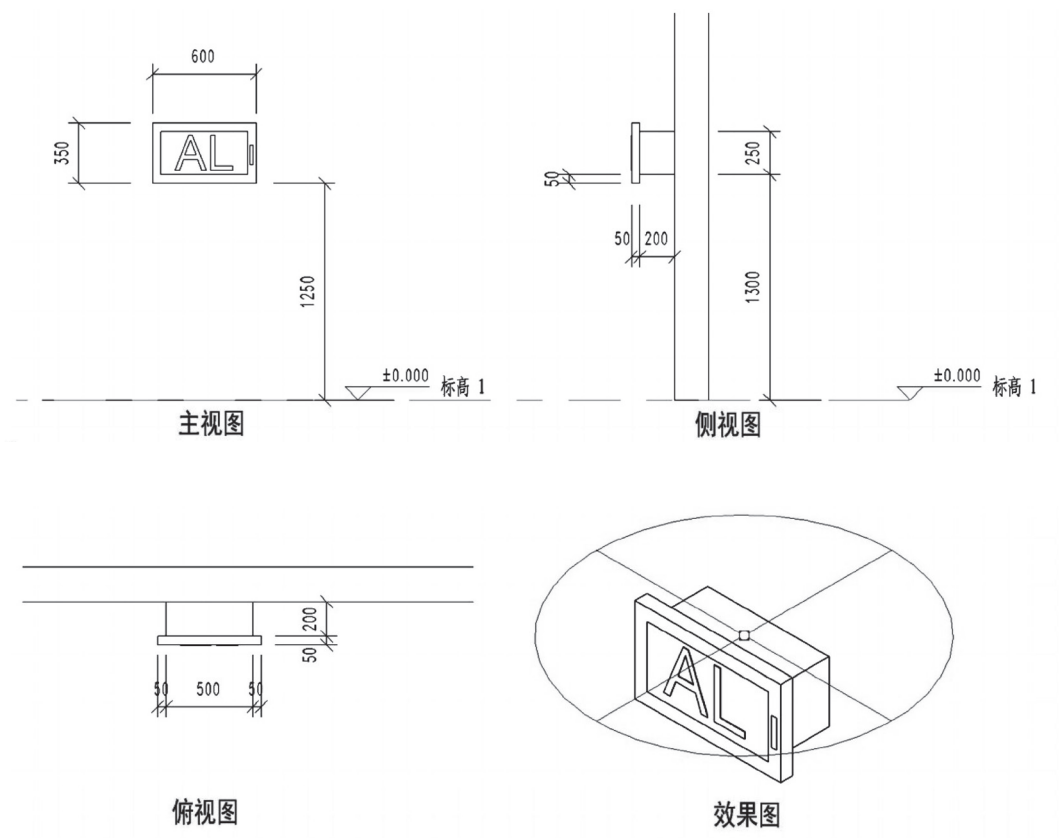

图 1-1 照明配电箱图纸
请根据图 1-1 给出的图纸尺寸创建模型，并完成以下要求。
- (1) 使用“基于墙的公制常规模型”族样板，按照图中尺寸建立照明配电箱。
- (2) 在箱盖表面添加如图 1-1 所示的模型文字和模型线。
- (3) 配电箱宽度、高度、深度和安装高度设置为可变参数。
- (4) 添加电气连接件，放置在箱体上部平面中心。
- (5) 按表 1-1 为配电箱添加族实例参数。